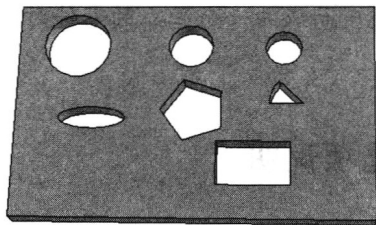

图 1-20 绘制孔类长方体
Step13 绘制孔类长方体。从“图素”设计元素库中拖入“孔类长方体”元素，放置于厚板的合适位置；右击包围盒的任意一个手柄，在弹出的快捷菜单中选择“编辑包围盒”选项，弹出“编辑包围盒”对话框；设置“长度”为 18、“宽度”为 10、“高度”为 5，单击“确定”按钮，得到的孔类长方体如图 1-20 所示。